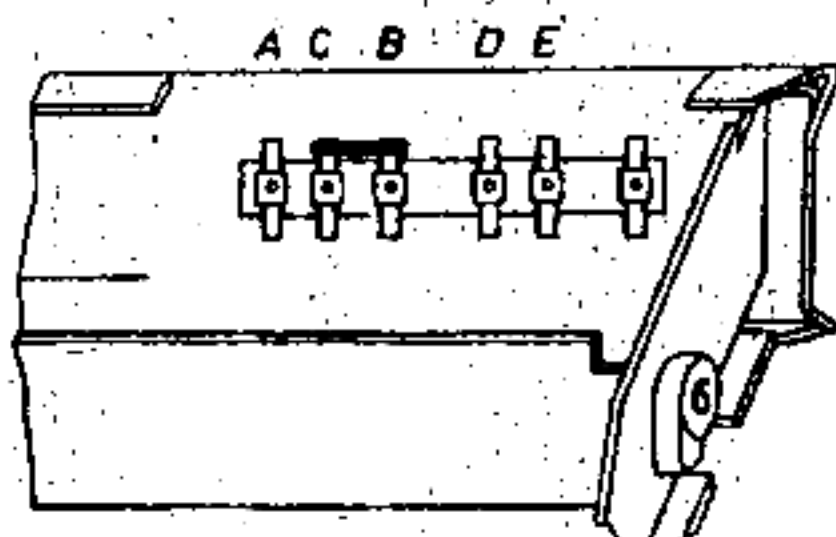

Abb. 10
- Bei 12 V, - Pol der Batterie an Masse, Anodenspannung des Hauptempfängers 12 V, siehe Abb. 10 und 11. Dieser Anschluß gilt für Geräte, die ausschließlich mit Transistoren bestückt sind. Wie der Anschluß bei den einzelnen Geräten erfolgt, zeigen die Abb. 14-21.